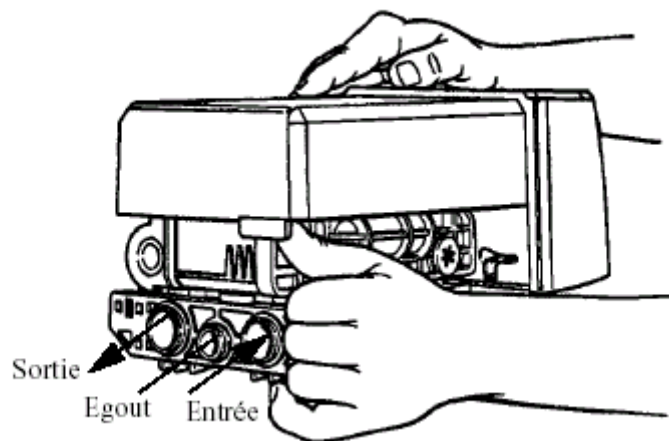

Figure 10
3. Retirer le capot en poussant sur l'appendice présent à l'arrière, Figure 10. Ensuite retirer le capot.